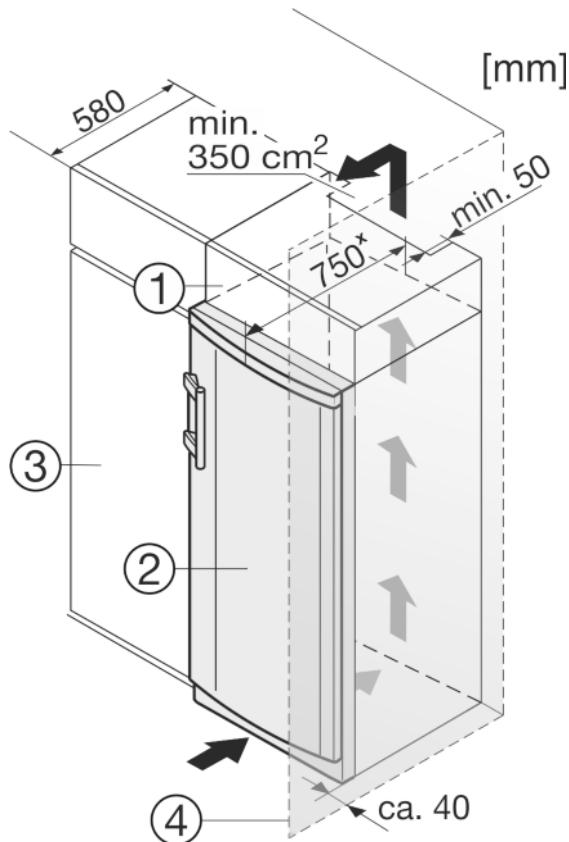

Fig. 9
- (1) Nástavbová skříň
(2) Spotřebič
- (3) Kuchyňská skříň
(4) Stěna
Zařízení lze zabudovat do vybavení kuchyně. K vyrovnání přístroje Fig. 9 (2) na výšku kuchyňské linky lze na přístroj nasadit odpovídající nástavec Fig. 9 (1).
Když se přístroj instaluje závěsy vedle stěny Fig. 9 (4), musí být vzdálenost přístroje od stěny alespoň 40 mm. To odpovídá přesahu madla při otevřených dveřích.